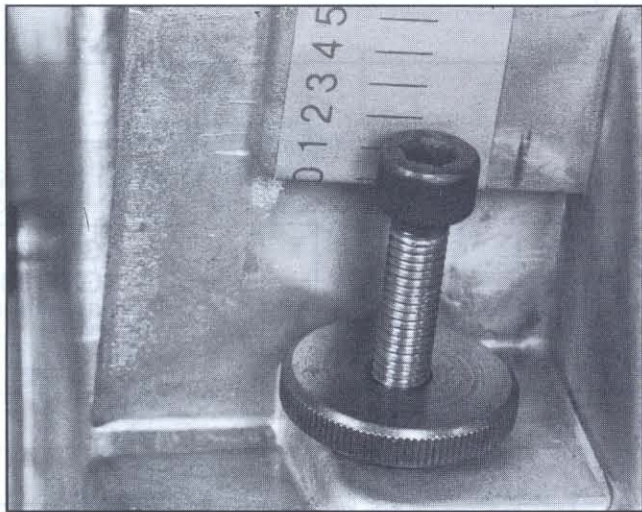

Рис. 3: Настройка воздушного клапана
4. Настройка расхода воздуха с помощью воздушного клапана - рис.3
Настройка воздушного клапана – рис. 3
Количество воздуха можно настроить с помощью винта настройки - см. рис. 3. Верхняя грань винта на „0“ означает настройку „минимум“.